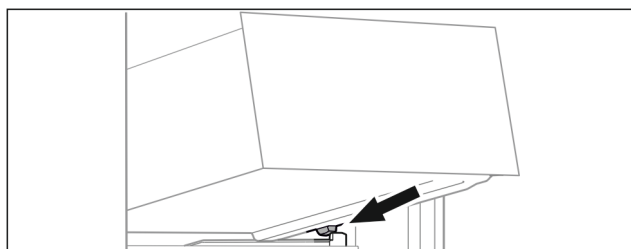

Fig. 67
- Coloque el cajón inclinado detrás de los topes sobre la nervadura para recipientes. (consulte Fig. 67)